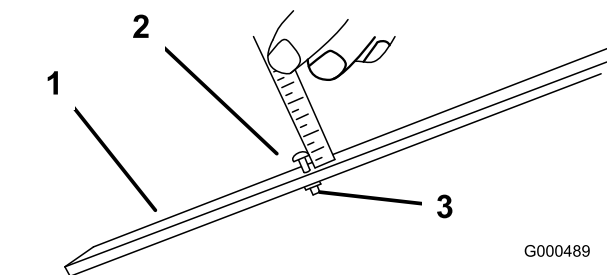

Figura 53
2. Desaperte a porca da barra indicadora (Figura 53) e regule o parafuso de ajuste para a altura de corte desejada. A altura de corte corresponde à distância entre a parte inferior da cabeça do parafuso e a superfície da barra.